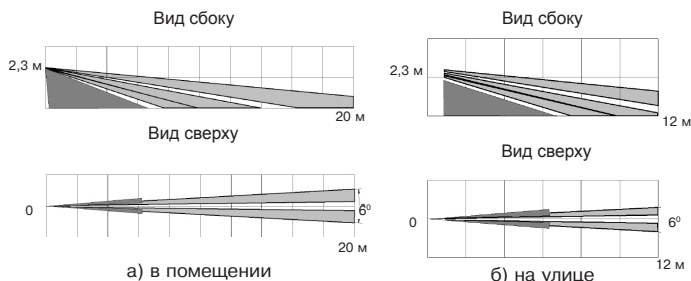

Рисунок 1 – Диаграмма зоны обнаружения извещателя
1.3 Извещатель формирует поверхностную зону обнаружения (рисунок 1).